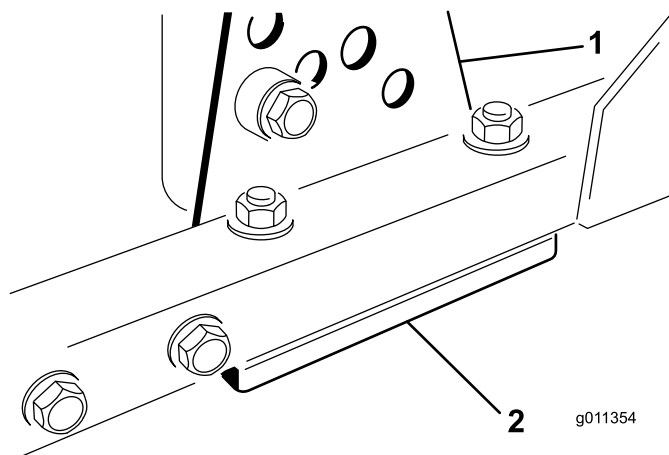

Figure 96
1. Retirez le support de hauteur de coupe (avant, gauche ou droit) du cadre de l'unité de coupe (Figure 96).
2. Placez des cales de 1,5 mm et/ou des cales de 0,7 mm entre le cadre et le support de l'unité pour obtenir la hauteur de coupe voulue (Figure 96).